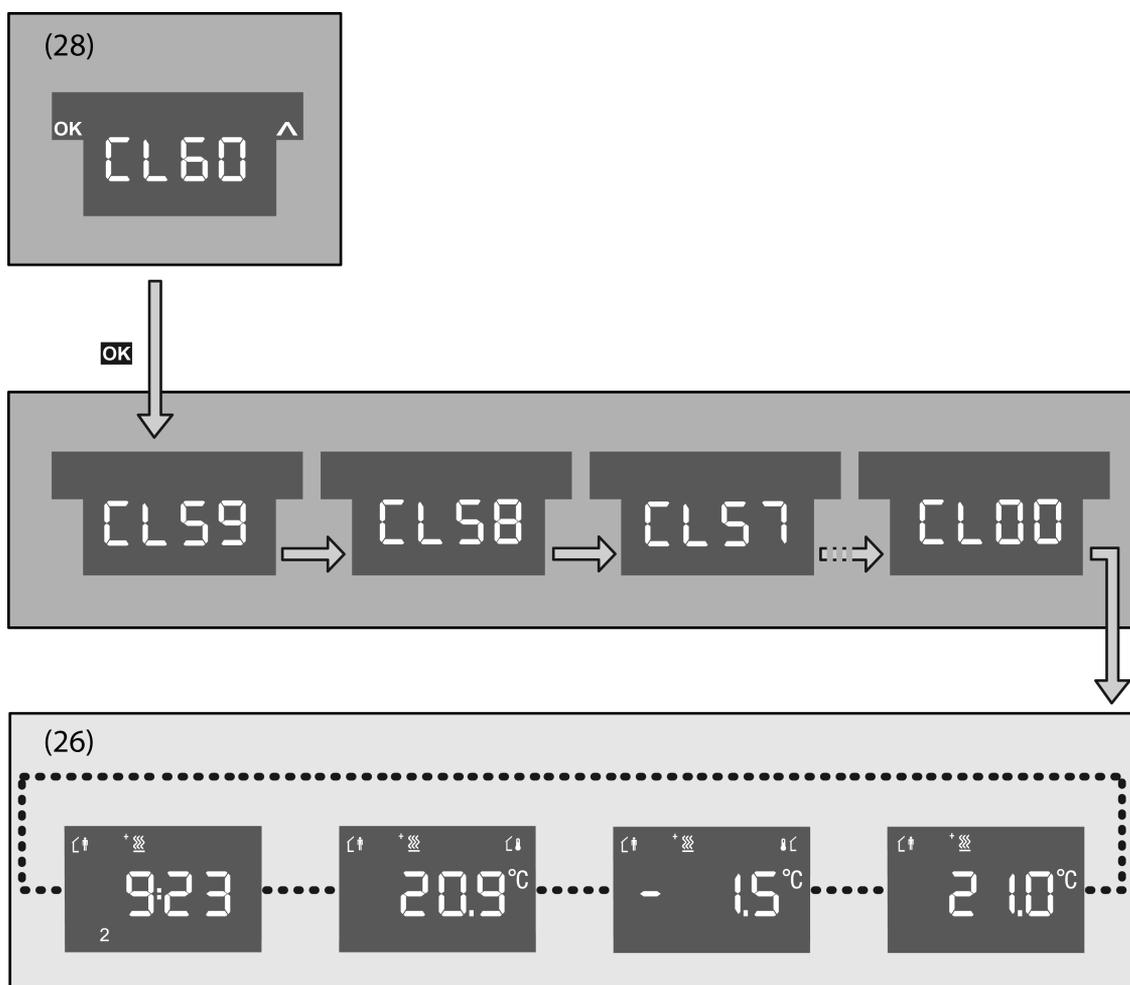

Bild 10: Untermenü der Putzfunktion
- Mit der rechten Displaytaste  den Menüpunkt **CL60** (28) für die Putzfunktion auswählen, sofern dieser Menüpunkt noch nicht ausgewählt ist (Bild 10).